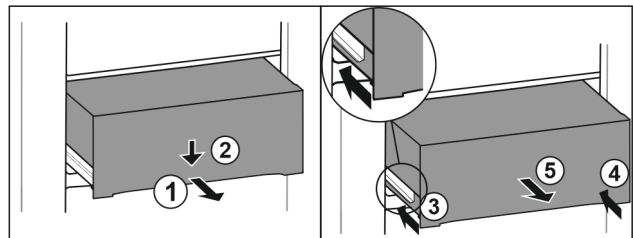

Fig. 146
- ▶ Predal izvlecite do polovice. Fig. 146 (1)
- ▶ Predal na sprednji strani potisnite navzdol. Fig. 146 (2)
- ▶ Levo vodilo potisnite približno 2 cm noter. Fig. 146 (3)
- ▶ Desno vodilo potisnite približno 2 cm noter. Fig. 146 (4)
- ▶ Predal vzemite ven v smeri naprej. Fig. 146 (5)